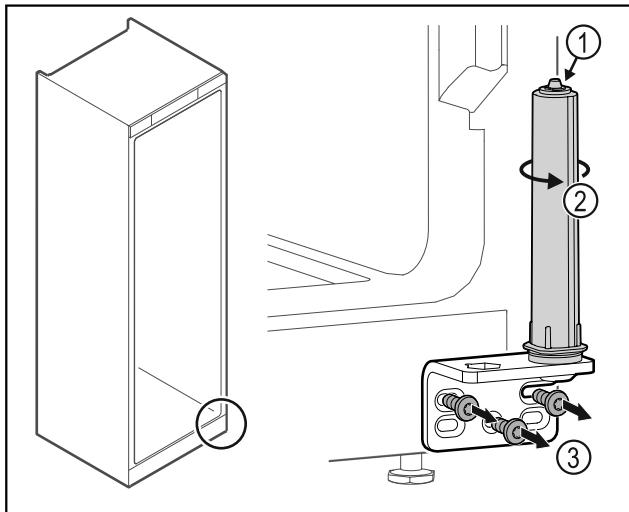

Fig. 26
- ▶ Ne pas désassembler le système de fermeture de la porte Fig. 26 (1).
- ▶ Tourner le système de fermeture Fig. 26 (2) jusqu'à entendre un clic.
- ▶ Dévisser l'équerre de la charnière Fig. 26 (3).